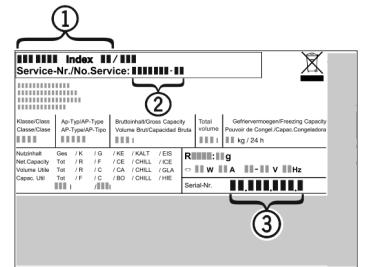

Fig. 15
- ▶ Назва пристрою Fig. 15 (1), сервісний номер Fig. 15 (2) та серійний номер Fig. 15 (3) вказані на табличці типів. Табличка типів знаходиться всередині пристрою, зліва.
- ▶ Повідомте сервісну службу про характер неполадки, назву пристрою Fig. 15 (1), сервісний номер Fig. 15 (2) та серійний номер Fig. 15 (3).